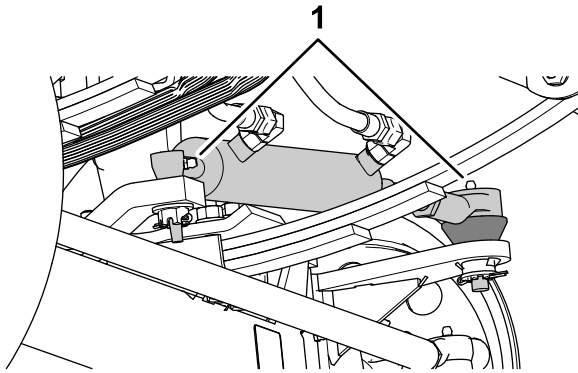
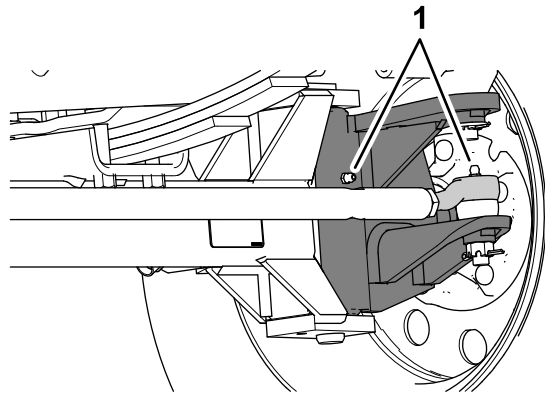

Figura 71
Figura 72
- Limpe os bocais de lubrificação (Figura 71 e Figura 72).
2. Introduza o lubrificante nos bocais de lubrificação (Figura 71 e Figura 72).
**Nota:** As posições dos bocais de lubrificação estão ilustradas na Figura 71.